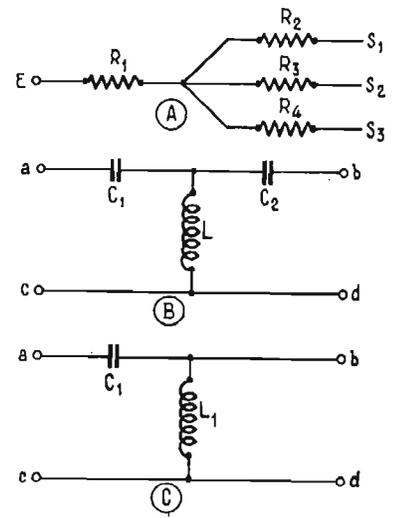

FIG. 10
Les répartiteurs et les séparateurs doivent être débranchés des câbles à vérifier, car leur composition est telle qu'elle peut établir des circuits à faible résistance en continu entre les deux conducteurs. La figure 10 montre : en A un répartiteur à trois voies. Celui-ci ne crée pas de contacts entre les deux conducteurs des quatre câbles connectés aux points E, S1, S2 et S3, car le répartiteur est branché aux conducteurs intérieurs des câbles coaxiaux.
Par contre, avec le filtre en L indiqué en (C) figure 10, il y a isolation en continu à l'extrémité a c et contact à l'extrémité b d.